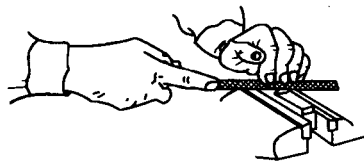

图 1-7 小型锉刀握持法
③ 小型锉刀握持法。右手的拇指和食指置于柄的上面和侧面, 其余三指卷于柄下, 左手用四个指头横压在锉刀中部上面, 这样可避免锉刀受压而折断, 见图 1-7。